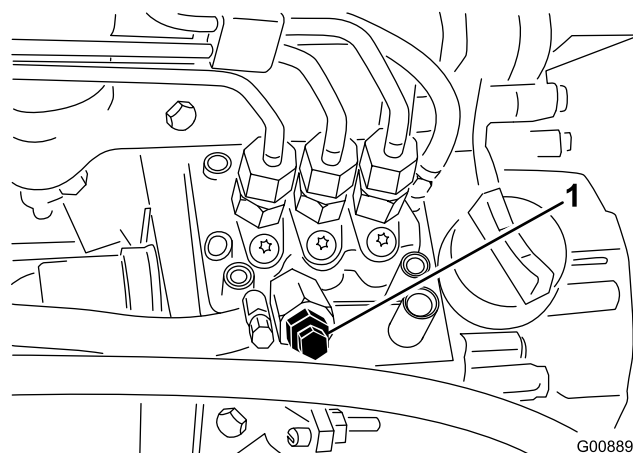

Figure 41
3. Desserrez la vis de purge sur la pompe d'injection (Figure 41).